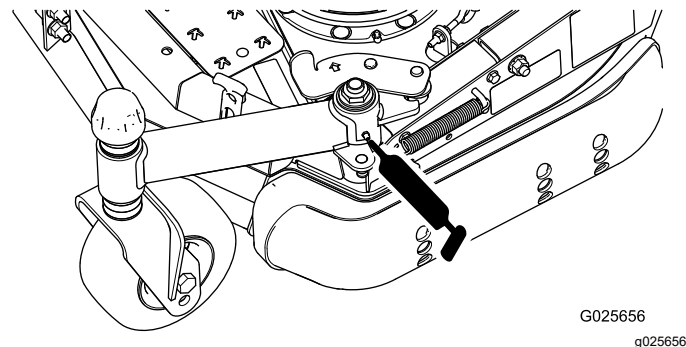

Рисунок 17
- Шарнир складывания рычага поворотного колеса (1 место) (Рисунок 17)